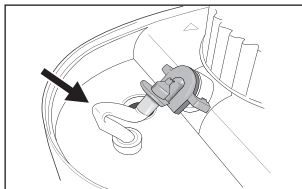

Fig. 3
3. Use el pequeño resorte para roscar cada uno de los pequeños orificios en la boquilla de vapor para despejar los orificios, Fig. 3.